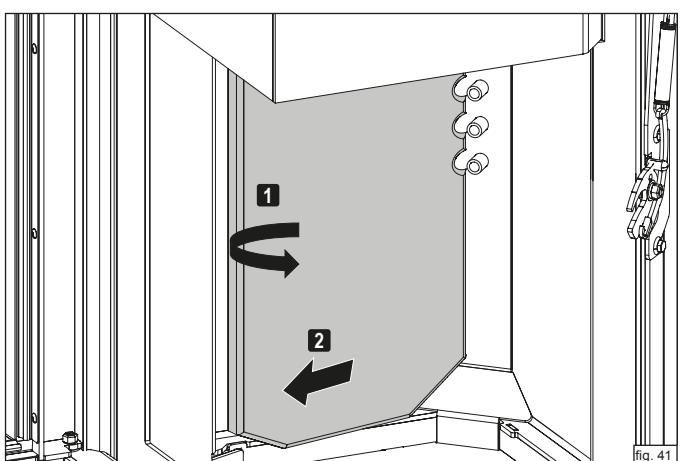

fig. 41
- Ruotare la pietra termica sinistra **1** ed estrarla dalla camera di combustione **2** (fig. 41).